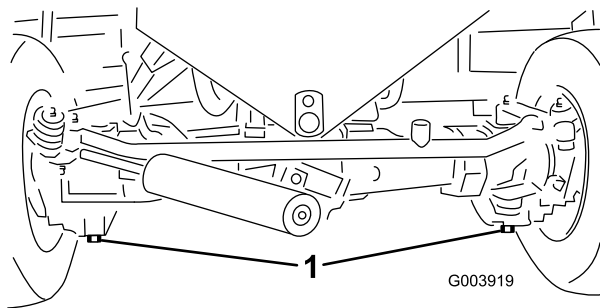

Bild 64
2. Reinigen Sie den Bereich um die Ablassschrauben (Bild 64).